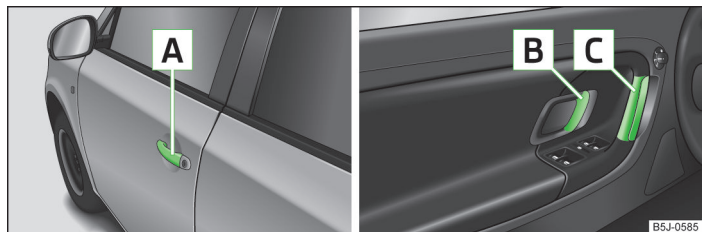

Fig. 11 Maniglia/leva per l'apertura della porta
- Sbloccare il veicolo e tirare la maniglia A » fig. 11 della porta corrispondente.